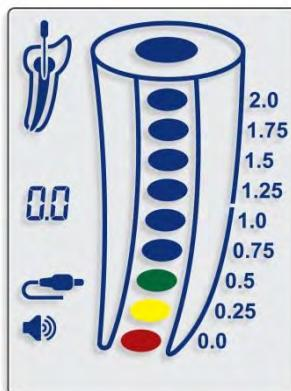

Fig. 10
- 7.4.12. Un signal sonore continu et un segment de couleur rouge à l'intérieur de l'image du canal radiculaire (fig. 10) indiquent que le foramen apical est atteint (0.0).